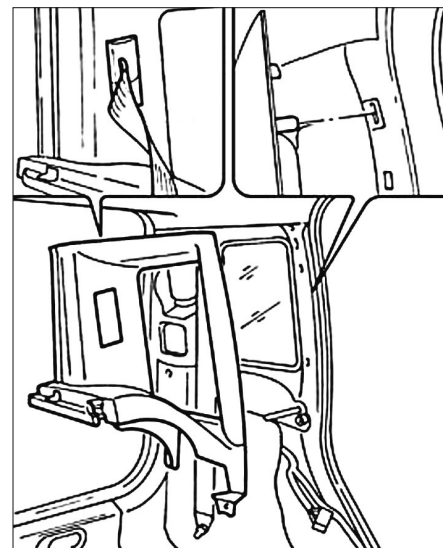

FIG. 107
• Déposer la garniture de custode AR (Fig.107).